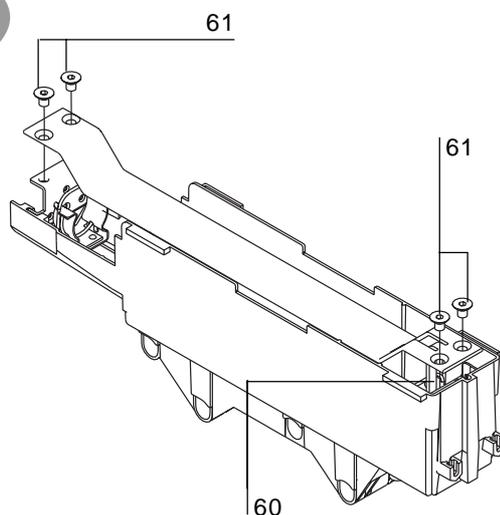

Fig. 17
**7.4. Montaggio o smontaggio della sbarra di corto circuito (fig. 17)**
**7.4. Assembly and dismantling the short-circuit busbar (fig. 17)**